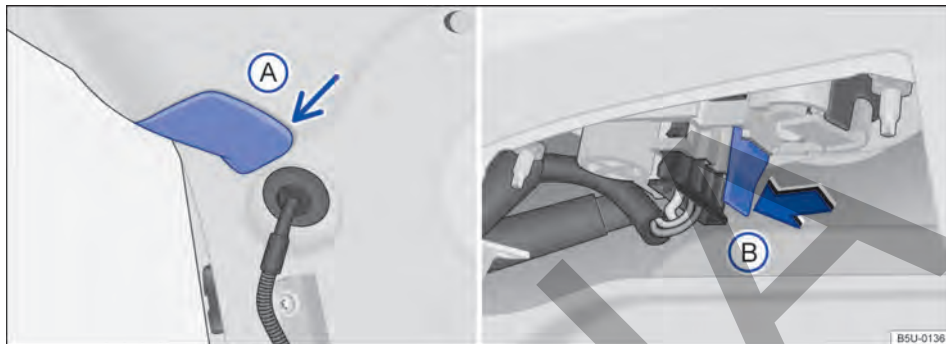

Fig. 114 En la tapa trasera: remover la cubierta y el soporte de las lámparas.
3. Con el auxilio de un destornillador, remover cuidadosamente la cobertura (A) → fig. 114 en la tapa.
4. Para destrabar el soporte de las lámparas, presionar la lengüeta de bloqueo (B) → fig. 114 y tirar del soporte de las lámparas hacia afuera.